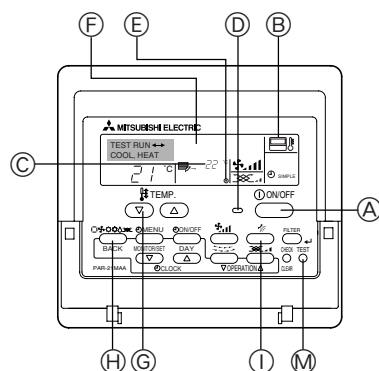

Fig. 7-1
7.2.1. Med ledningsdragen fjärrkontroll (Fig. 7-1)
- ① Sätt på strömmen åtminstone 12 timmar före testkörning.
- ② Tryck på knappen [TEST] två gånger. ⇒ "TEST RUN" teckenfönster
- ③ Tryck på knappen [Mode selection] (Driftväljare). ⇒ Se till att luft blåses ut.
- ④ Tryck på knappen [Mode selection] (Driftväljare) och växla till kylningsläge (eller uppvärmningsläge). ⇒ Kontrollera att kall (eller varm) luft blåses ut.
- ⑤ Tryck på knappen [Fan speed] (Justering av fläkt hastighet). ⇒ Se till att luft hastigheten ändras.
- ⑥ Kontrollera att utomhusenhetens fläkt fungerar.
- ⑦ Återställ testkörningen genom att trycka på knappen [ON/OFF] (PÅ/AV). ⇒ Stopp
- ⑧ Registrera ett telefonnummer. Telefonnumret till verkstaden, säljkontoret, etc för en kontakt om ett fel uppstår kan läggas in i fjärrkontrollen. Telefonnumret visas om ett fel uppstår. För inställningsprocedurer, se i bruksanvisningen för inomhusenheten.